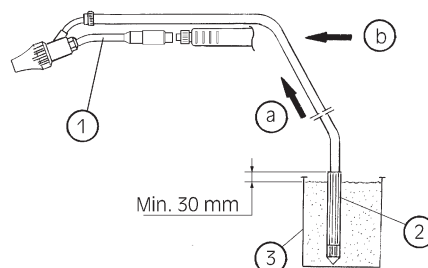

Fig. 7
Il dispositivo per idrosabbatura è di facile applicazione (vedere Fig. 7): è sufficiente sostituire il terminale standard col terminale per idrosabbatura (1) ed inserire il tubo aspirazione sabbia (2) in un apposito contenitore (non in dotazione) (3), avendo cura di utilizzare sabbia asciutta e di qualità adatta all'uso (sabbia al quarzo o sabbia silicea; rivolgersi al proprio rivenditore) e di lasciare fuoriuscire di 30 mm il tubo stesso dalla sabbia.